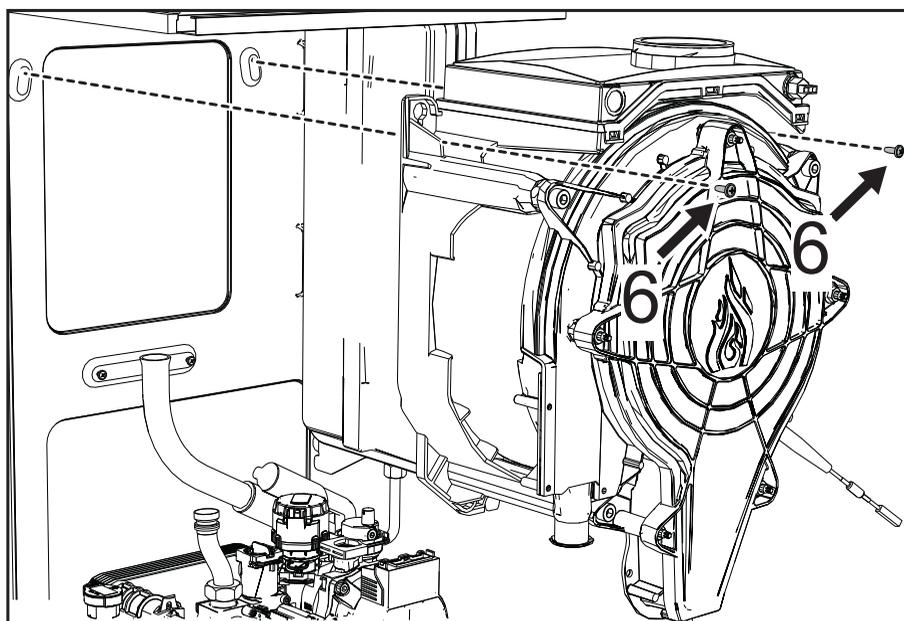

fig. 65
- Extraiga los dos tornillos **superiores "6"** que fijan el intercambiador al bastidor (fig. 65).